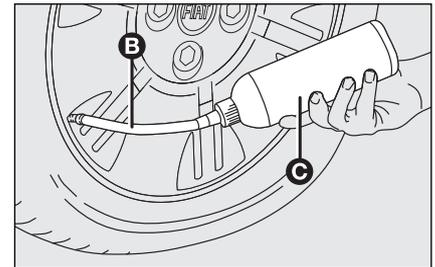

fig. 16
- inserire il tubo flessibile di riempimento **B-fig. 16** sulla valvola del pneumatico, mantenere la bottiglia **C** con il tubo rivolto verso il basso quindi premere in modo che tutto il sigillante entri nel pneumatico;